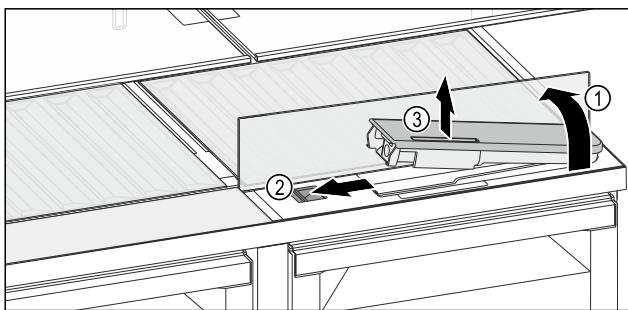

Fig. 140
- Glasplatte anheben und bis zum Anschlag nach hinten klappen Fig. 140 (1).
- Schieber Fig. 140 (2) nach links schieben.
- Wassertank entnehmen Fig. 140 (3).